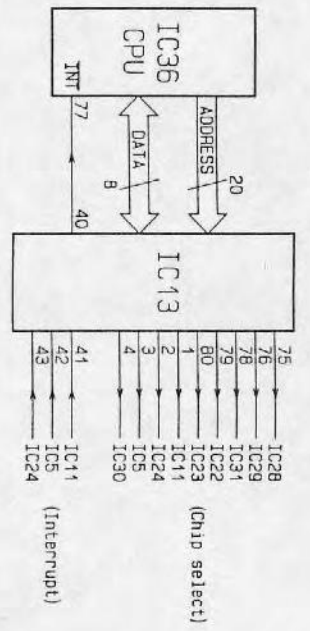

Fig.2
- The output addresses from IC36 (on MB) are decoded by IC13 (on MB), and then become chip select signals for each IC. IC13 also transfers the interruptions from each IC altogether to IC36. (See Fig.2.)
- IC36 (on MB) から出力されたアドレスはIC13 (on MB) でデコードされ、各ICへのチップセレクト信号となり、IC13はまた各ICからの閉り込みを一括してIC36に転送します。(Fig.2)